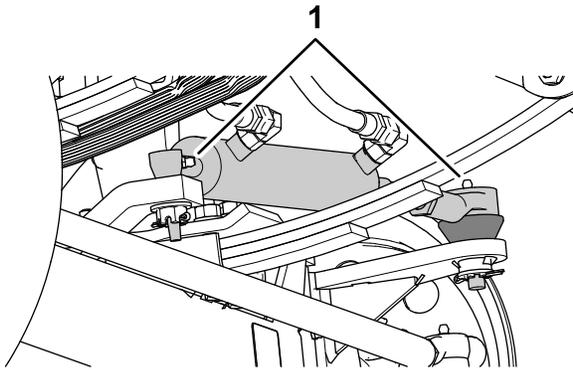
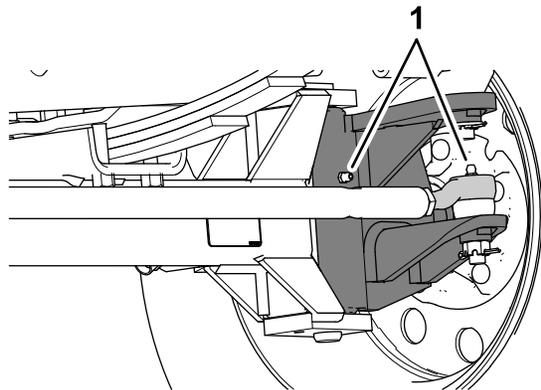

Figure 62
Figure 63
1. Essuyez les graisseurs (Figure 62 et Figure 63).
- Injectez de la graisse dans les graisseurs (Figure 62 et Figure 63).
**Remarque:** Les emplacements des graisseurs sont illustrés à la Figure 62.